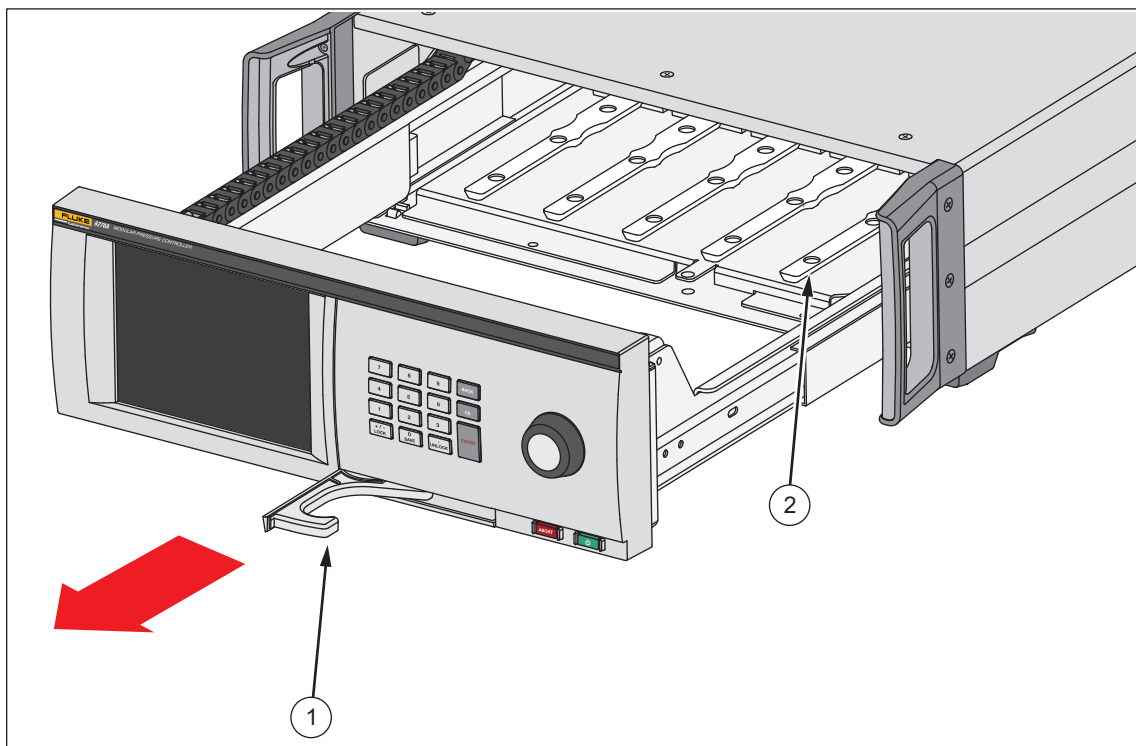

Figura 1. Alloggiamento moduli
Per accedere all'alloggiamento moduli, vedere Figura 1:
5. Il PMM è dotato di una fessura sulla parte inferiore che si inserisce nel binario alla base della custodia interna del Prodotto, vedere Figura 1 (②). Allineare il binario con la fessura e far scorrere il PMM nella custodia inferiore fino all'arresto. Vedere la Figura 2.